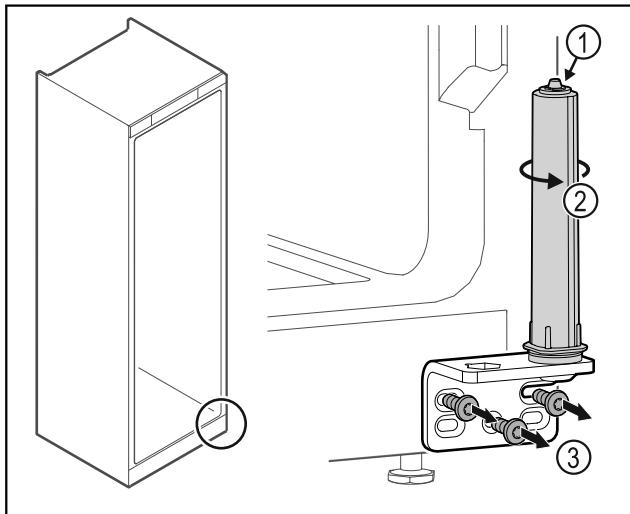

Fig. 32
- Nerozoberajte systém zatvárania dverí Fig. 32 (1).
- Otáčajte systém zatvárania Fig. 32 (2), kým nezazvakne.
- Odskrutkujte uholník závesu Fig. 32 (3).